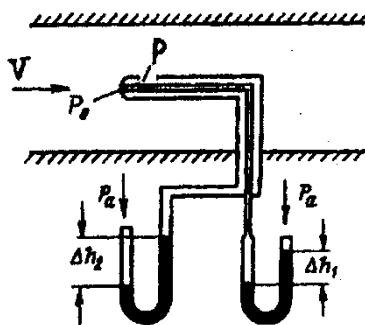

Рис. 2.1
**Задача № 27** Для измерения скорости воздушного потока используется трубка Пито - Прандтля с двумя отверстиями для измерения давления: динамическим  $p_0$  и статическим  $p$  (см. Рис. 2.1). Определить скорость воздушного потока, если показание дифференциального жидкостного манометра, подсоединенного к ним и залитого водой, равно 100 мм. Температура в потоке 20 °С.